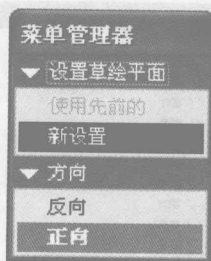
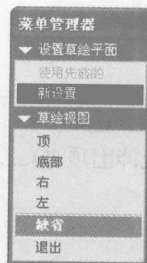

图 1-17 选择“正向”
图 1-18 选择“缺省”选项
4) 此时，单击如图 1-17 所示的菜单管理器中的“正向”选项，然后在如图 1-18 所示的“草绘视图”选项中，选择“缺省”选项，然后单击“退出”选项进入草绘状态。